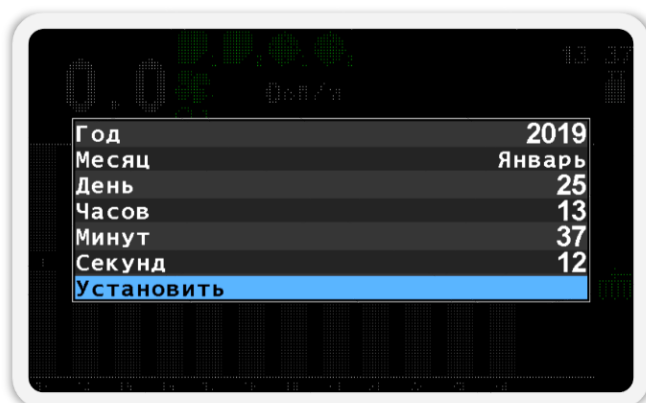

Рисунок 32 Меню "Изменить Дату/Время"
- 7.2.2.5.  **Изменить Дату/Время** - используется для перехода во вложенное меню, в котором можно установить текущие дату и время (см. Рисунок 32). В этом меню для перемещения между пунктами используйте кнопки  «Вверх» и  «Вниз». Для изменения параметра выбранного пункта меню используйте кнопки  «Плюс» и  «Минус». Для установки заданных даты и времени выберите пункт меню «Установить» и нажмите кнопку  «Меню». Для отмены изменений нужно нажать кнопку  «Назад».